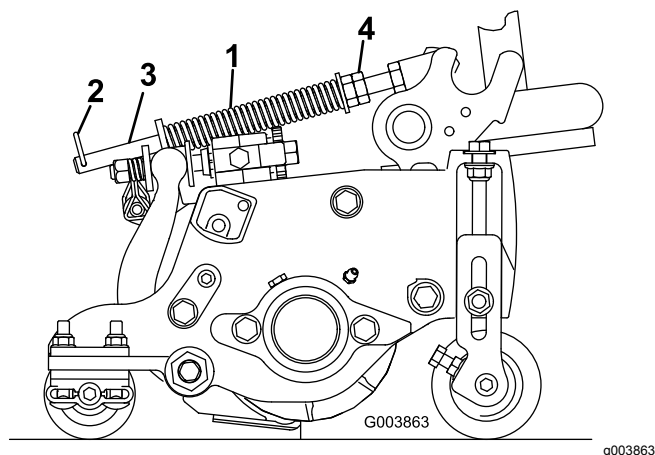

Figure 14
Le ressort de compensation transfère aussi le poids du rouleau avant au rouleau arrière (Figure 14). Cela évite la formation d'ondulations à la surface de la pelouse.
1. Vérifiez que la goupille fendue est insérée dans le trou de la tige de ressort (Figure 14).
2. Serrez les écrous hexagonaux sur l'extrémité avant de la tige de ressort jusqu'à ce que la longueur du ressort comprimé soit égale à 12,7 cm sur les unités de coupe de 12,7 cm ou à 15,9 cm sur les unités de coupe de 17,5 cm (Figure 14).